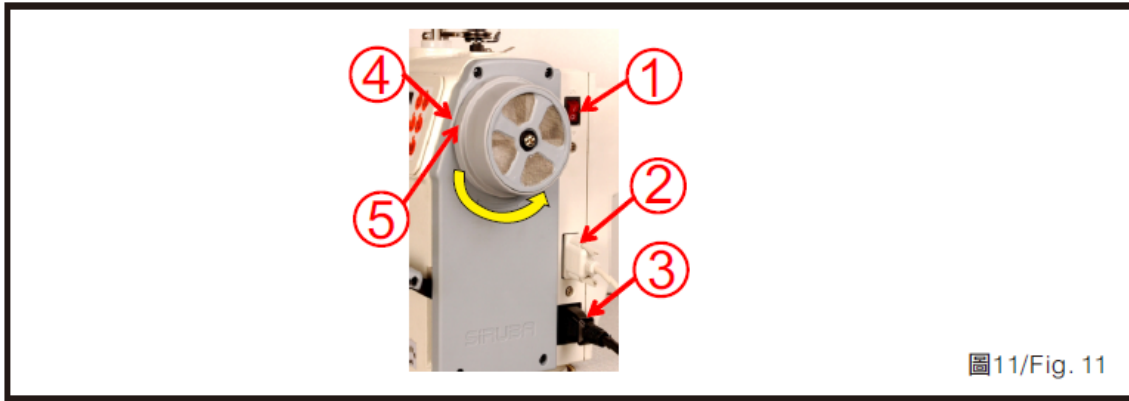

Fig. 11/11
**b) Instale a máquina e do poder (Fig.11)**